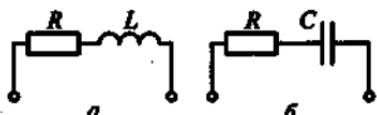

Рис. 137
4.2. Чему равны постоянные времени τ_a и τ_b контуров, соответственно показанных на рис. 137, а и б?